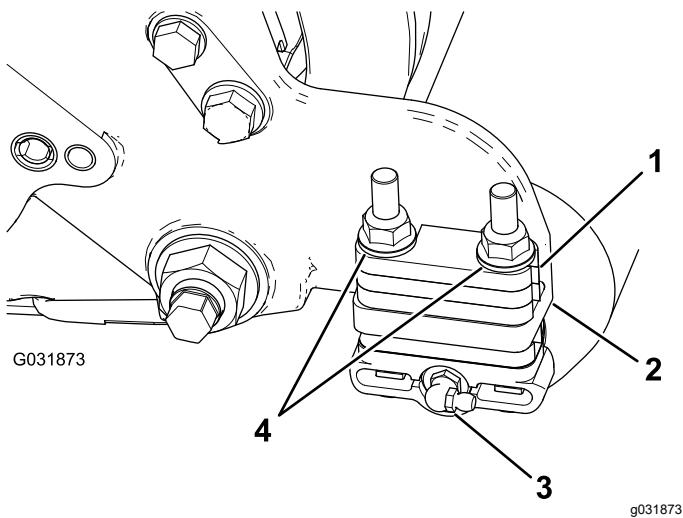

Figure 7
3. Retirez les 2 contre-écrous à embase qui fixent chaque support de rouleau aux plaques latérales (Figure 7).